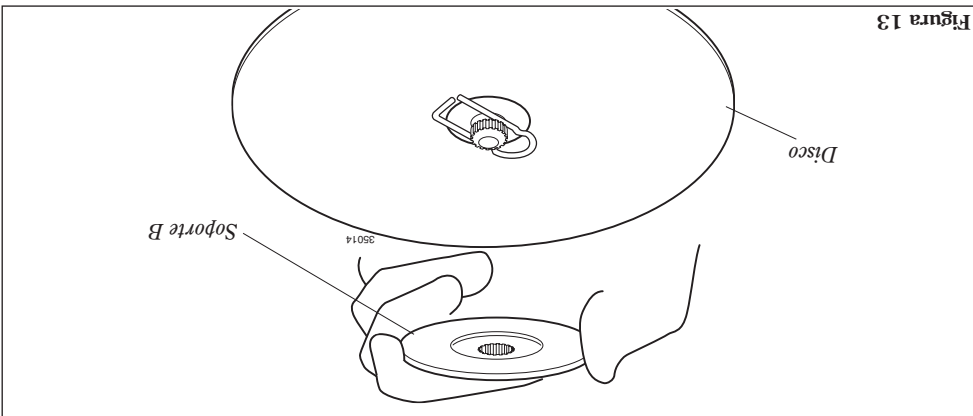

Figura 13
6. Instale el soporte B en el eje de la caja de engranajes. Consulte la figura 13.